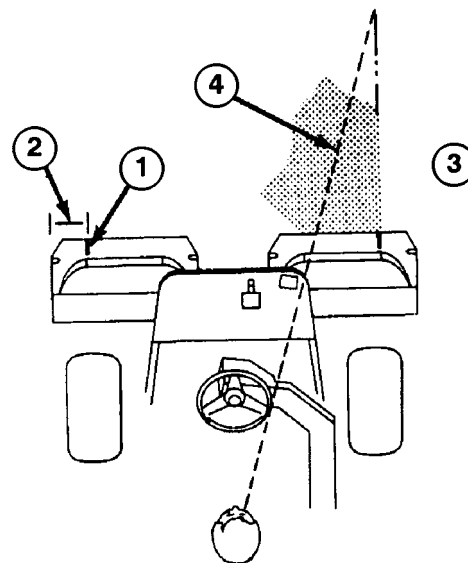

Bild 12
2. Entweder einen Streifen weißes Klebeband auf jede Grasfangvorrichtung kleben oder eine Linie aufmalen, die parallel zum äußeren Rand jeder Vorrichtung verläuft (Bild 12).